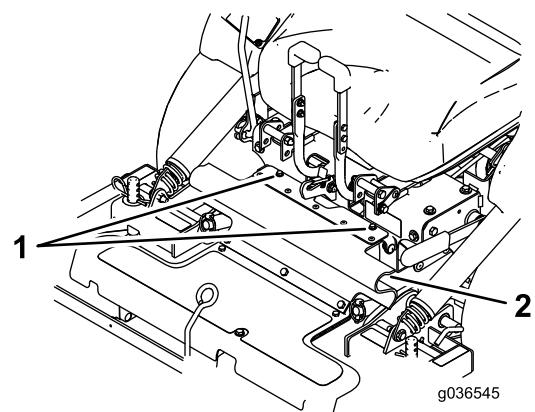

Figura 72
8. Afloje los pernos de sujeción del protector de goma (Figura 72).
8. Alinee la parte superior del protector de goma, y sujetela con los pernos de sujeción (Figura 72).